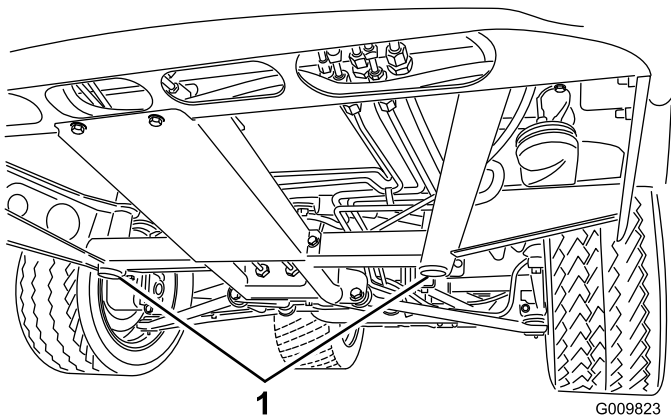
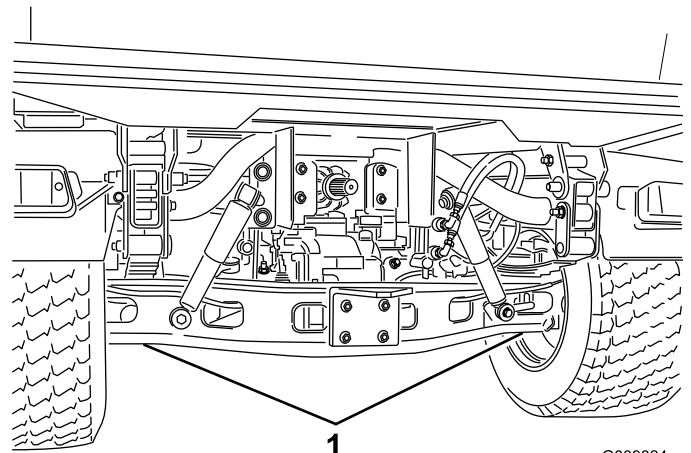

Bild 14
Bild 15
- Die Hebestelle befindet sich vorne am Fahrzeug unter der vorderen mittleren Rahmenstütze (Bild 14) und hinten unter der Achse (Bild 15).